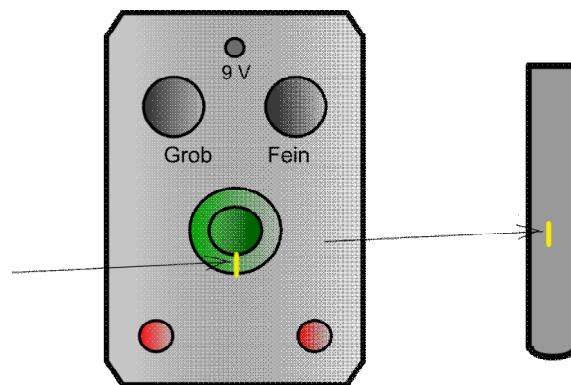

Abb. 13 Die hier dargestellten Markierungen können als Ausrichtungshilfe der Küvette für eine einfachere Messung selbst vorgenommen werden.
- Ebenso ist daher nach dem Nullabgleich der Wert bei Drehen der Küvette nicht vollkommen konstant. Bei Ablesung von sehr kleinen Werten kann es so zu besonderen Messungenauigkeiten kommen. Abhilfe: entweder dreht man die Küvette immer so weit, bis die kleinste Anzeige erfolgt und führt dann die Nullstellung bzw. Ablesung durch, oder man markiert sich mit einem wasserbeständigem Stift einen Punkt auf der Aufnahme für die Küvette und auf der Küvette selbst, um die die Küvette so immer in der gleichen Ausrichtung einsetzen zu können (siehe Abbildung 13).